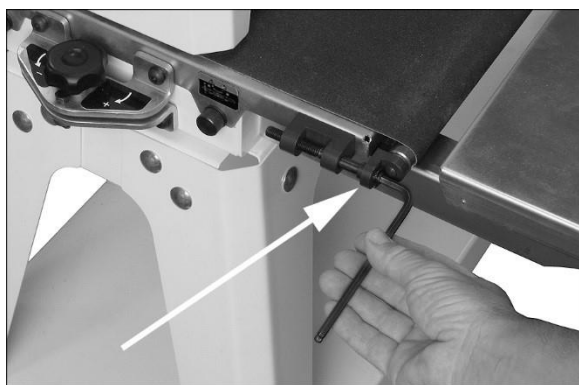

Abb. 8-2: Einstellung der Riemenspannung
2. Die Einstellmutter der Aufwickel-Einstellschrauben (Abb. 8.2) mit einem 5-mm-Sechskantschlüssel einstellen. Dies auf beiden Seiten der Fördereinheit durchführen, um etwa die gleiche Spannung auf beiden Seiten des straffen Schleifbands zu erhalten.